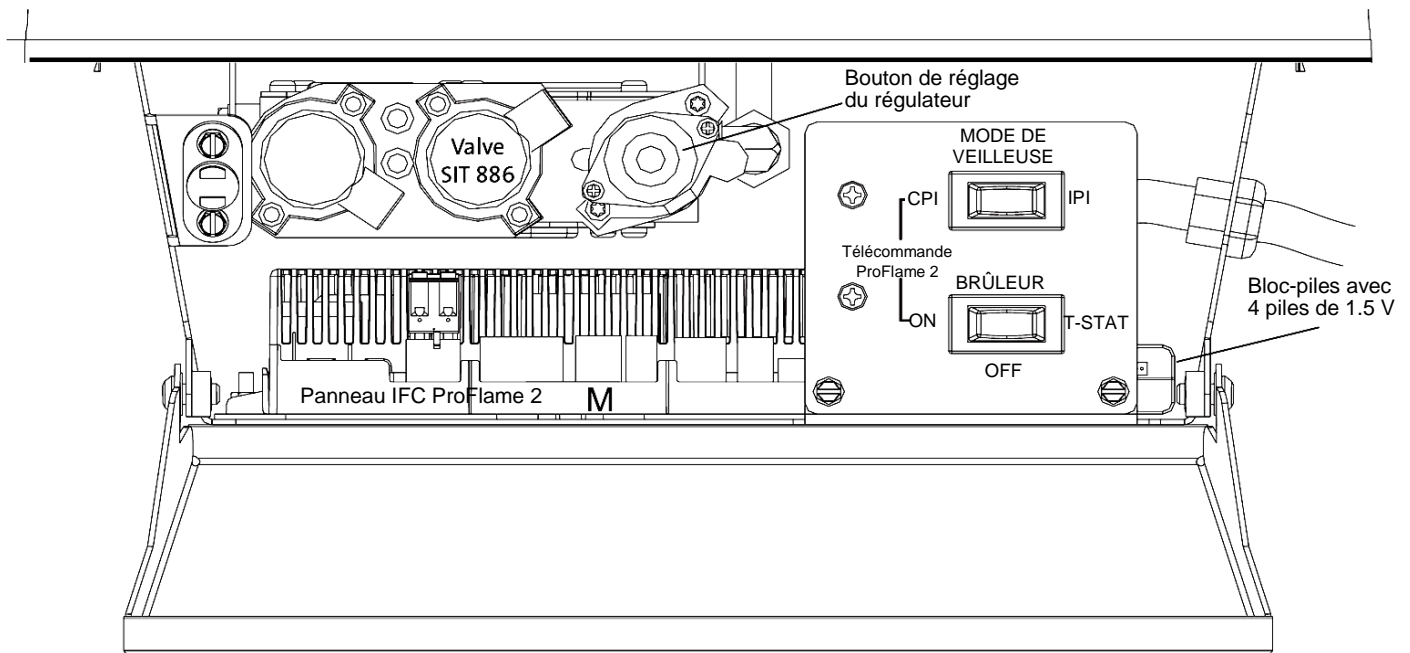

Figure 45. Boutons de réglage du mode de veilleuse et du brûleur.
5. Lorsque la veilleuse est allumée, vous pouvez régler le fonctionnement du brûleur par le commutateur à bascule situé sur le panneau avant. Voir fig. 45.